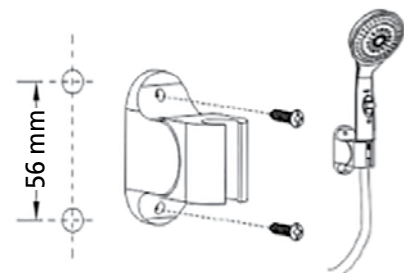

Fig. 8
- Montieren Sie die Duschkopfklemme mithilfe der 2 mitgelieferten Schrauben, wie aus Abbildung 8 ersichtlich.